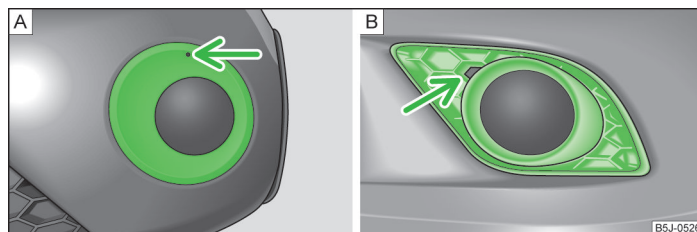

Fig. 159 Pare-chocs avant : Fabia Scout/Fabia RS
- » Insérez l'étrier en fil de fer » page 188, *Outillage de bord* dans l'orifice » fig. 159 - **A** (Fabia Scout) au-dessus du feu antibrouillard et retirez le cache.
- » Insérez un doigt dans l'orifice à côté du feu antibrouillard » fig. 159 - **B** (Fabia RS) et retirez le cache.